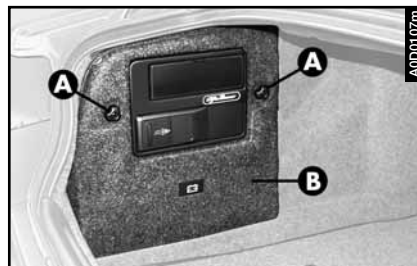

fig. 95
En las versiones con sistema de navegación y/o reproductor de CDs, para acceder a la batería afloje los pomos (**A-fig. 95**) y quite la protección (B).